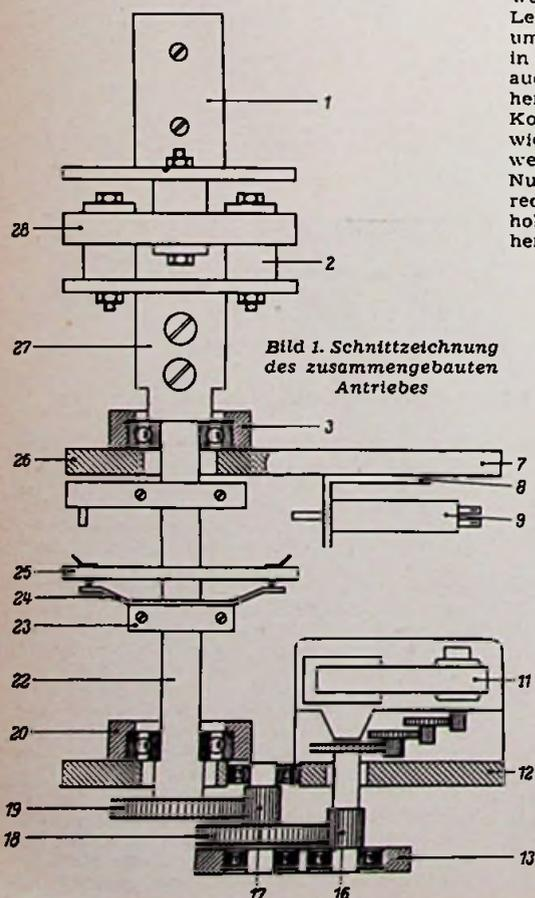
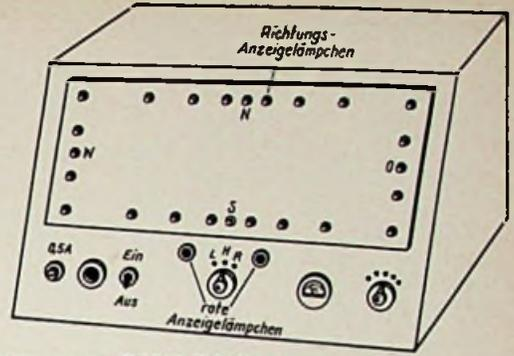
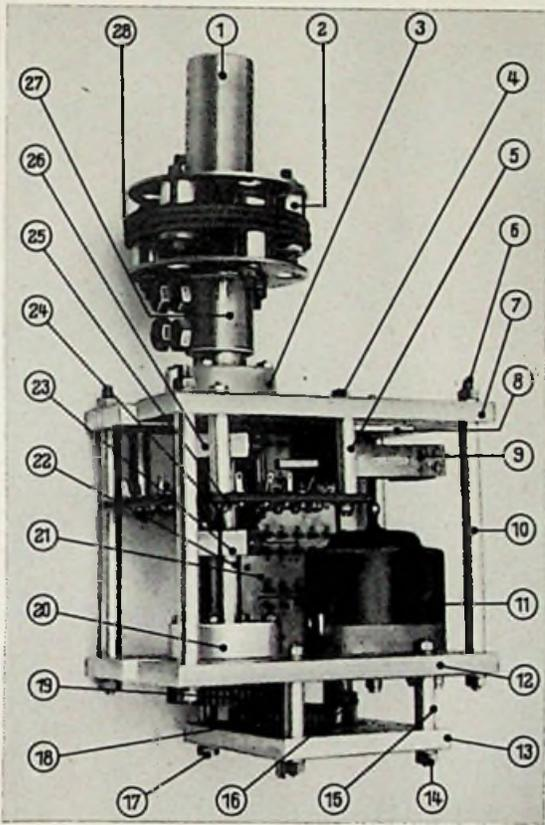
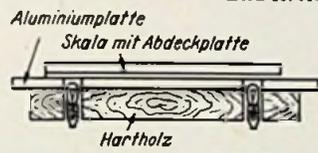

Bild 1. Schnittzeichnung des zusammengebauten Antriebes
Bild 13. Schaltpult
Bild 16. Ansicht mit Positionszahlen
Bild 17. Frontplatte am Schaltpult
Bild 1 zeigt einen Schnitt durch den zusammengebauten Antrieb. Der Verständlichkeit halber sind die Abstandsrohre und die Abstandsbolzen nicht eingezeichnet worden. Der Kern des Antriebes ist ein Scheibenwischermotor (11), der mit einer Gesamtuntersetzung von 1 : 2500 den Antennenmast dreht. Der Scheibenwischermotor eignet sich vorzüglich für diesen Zweck, da im Gehäuse des Motors bereits ein Getriebe mit einer Untersetzung von 1 : 100 eingebaut ist. Das dazugebaute Getriebe hat eine Untersetzung von ca. 1 : 25. An der Hauptachse (22), die an den Antennenmast mit einer festen Kupplung (Teile: 1, 2, 27 und 28) angeschlossen wird, befindet sich ein Hebel (26), welcher nach einer Umdrehung von  $360^\circ + 5^\circ$  einen Kellogsschalter (9) betätigt.
1) In Bild 16 dargestellt
Für die Anzeige und für den Scheibenwischermotor werden zwei getrennte Stromkreise benötigt. Der Motor wird mit Gleichstrom und die Anzeige mit Wechselstrom betrieben. Der Stromkreis des Motors kann mit einem weiteren Schalter in der Stellung „Halt“ ausgeschaltet werden. Die Anzeigelämpchen werden mit dem Netzschalter ausgeschaltet. — Bild 16 zeigt noch einmal ein Foto des Antriebs mit den Positionsbezeichnungen aus Bild 1. Das Bedienungspult ist in Bild 13 schematisch dargestellt. Die Lämpchen sitzen am Rand einer Landkarte, für die sich vorzüglich die „World Map Showing Radio Amateur Prefixes“) oder die „Weltkarte mit Landeskenner in azimutaler Darstellung“) eignet. Bild 17 zeigt, wie die Anzeigelämpchen in der Frontplatte am Schaltpult angeordnet sind.
Die Kontaktplatte nach Bild 13 ist für die Siemens-Kontaktleisten bemessen (vgl. Ansicht auf der vorhergehenden Seite oben rechts). Man kann natürlich auch andere Typen verwenden. Dann ändern sich entsprechend die Abmessungen des Durchbruches.
Sämtliche Teile sind leicht einzufetten. Die beiden Grundplatten (Bild 11) werden mit Schrauben und den Abstandsröhren (Bild 8) zusammengeschraubt. In die angesenkten Bohrungen werden die vier Senkkopfschrauben M 4 eingesetzt, mit denen man die Halterung für das Kugellager von der Hauptachse festschraubt. Danach nimmt man die ausgebuchte Achse mit dem Ritzel und dem ausgepreßten Zahnrad und setzt sie mit der Ritzelseite in das Kugellager der Grundplatte ein. Beim Einsetzen muß man achten, daß das eingepreßte Kugellager nicht im Bett verkantet wird. Nachdem die ausgebuchte Achse eingesetzt wurde, setzt man die dritte Grundplatte auf das andere Ende der Achse auf und schraubt sie mit den anderen beiden Platten zusammen (siehe Bild 16). Beim Anschrauben muß man darauf achten, daß sich die Achse leicht dreht.
Aus Sperrholz oder aus Metall wird ein Gehäuse mit Frontplatte nach Bild 13 und 17 angefertigt. Auf die rechte Seite der Frontplatte kommen ein Amperemeter und der Schalter S 3, mit dessen Hilfe man den Abgriff auf der Sekundärseite des Netztransformators einstellt, um damit Widerstandsverluste an den Leitungen und Netzspannungsschwankungen auszugleichen. Als Transformator kann man einen Netztransformator für ca. 50 VA aus einem Rundfunkgerät nehmen und die Sekundärseite umwickeln. Beim Abwickeln muß man an der 4- oder 6,3-Volt-Wicklung nachzählen, wieviel Windungen auf ein Volt kommen. Dann wickelt man mit 2-mm-Kupfer-Lackdraht eine Wicklung mit folgenden Abgriffen darauf: 6 — 8 — 10 — 12 — 14 — 16 — 20 — 30 V. Bei diesem Drahtquerschnitt erhält man ca. 8 A. Der Spannungsabfall an den Leitungen ist verschieden, je nach dem Scheibenwischer-Motor. Die Motore werden für 6 V/2 A; 12 V/1 A und 24 V/0,5 A hergestellt. Es bleibt dem Einzelnen überlassen, welchen Motor er verwenden wird. Ausschlaggebend ist der Selengleichrichter bei der Auswahl des Motors.